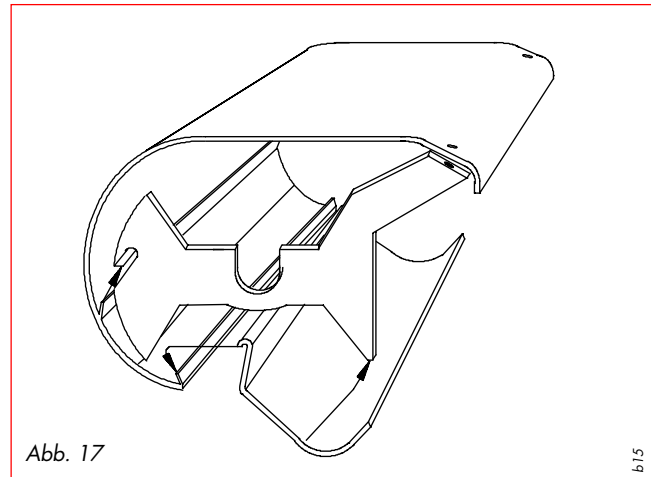

Abb. 17
3. Hängen Sie die untere Abdeckblende mit ihrem Falz in die Nut der oberen Abdeckblende ein und verschrauben Sie sie mit den Konsolen (Abb. 17).